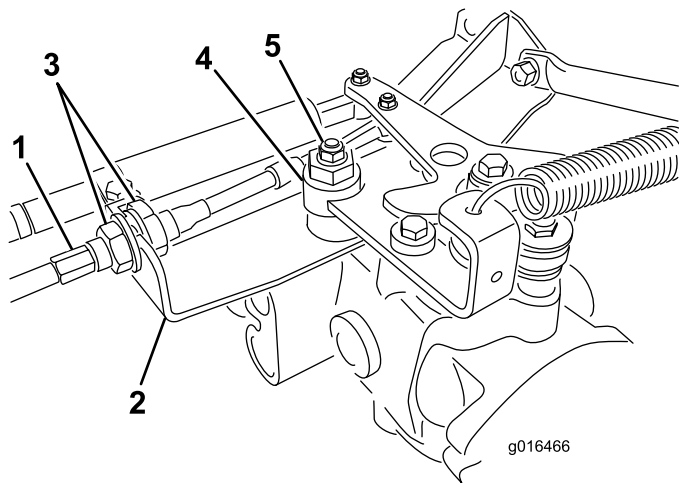

図 46
- A. 走行ケーブルを油圧トランスミッションのバルクヘッドに取り付けているジャムナット 図 46 を両方ともゆるめる。調整ができるよう、ジャムナットは十分に、また均等にゆるめること。
注 偏芯ナットをトランスミッション上部に止めているナット 図 46 をゆるめる。
- E. 調整ができれば固定ナットを締める 図 46。
- G. バルクヘッドのそれぞれの側から、ロックナットを均等に締め付けて、ケーブルを固定する 図 46。ケーブルをねじらないように注意すること。